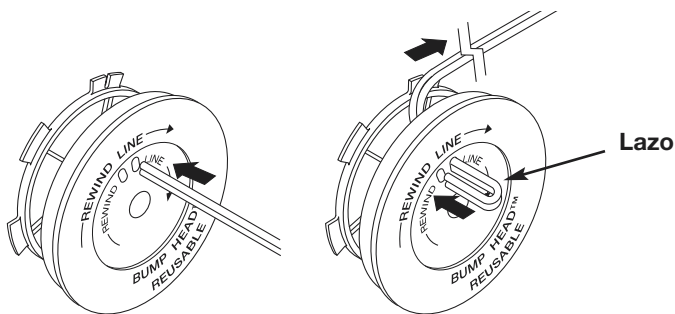

Fig. 20
8. Tome aproximadamente 12 pies (3.65 m) de nueva línea de corte. Inserte un extremo de la línea a través de uno de los orificios del carrete interior (Fig. 20). Pase la línea a través del carrete interior hasta que queden sólo 4 pulgadas fuera.
9. Inserte el extremo de la línea en el orificio abierto del carrete interior y tire de la línea en forma ajustada a fin de que el lazo sea lo más pequeño posible (Fig. 20).